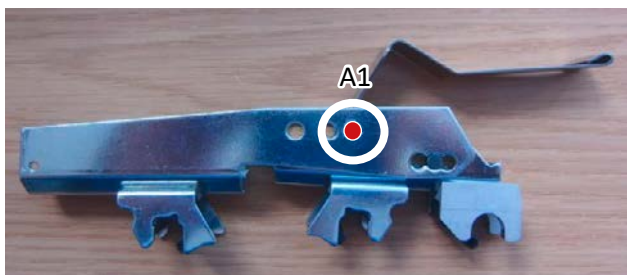

图6
- 用磁性辅助销* (10978005) $\varnothing 6 \times 20$ 毫米（图6）固定适用于P3-1型摇架(10955853)的新倚丽簧。
- 将辅助销插入正确的位置A1，如图6所示。